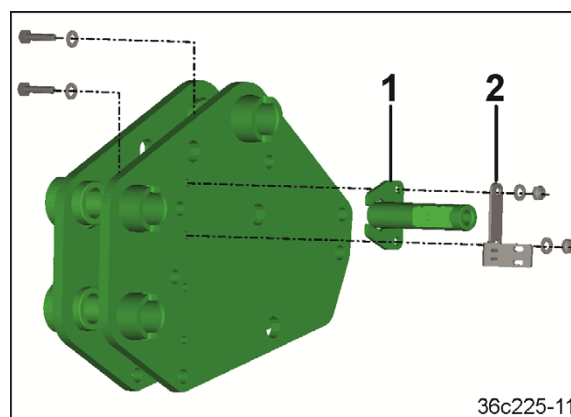

图 112
2. 将支架（图 112/1）和传感器支架（图 112/2）旋紧在上部的连接点上。